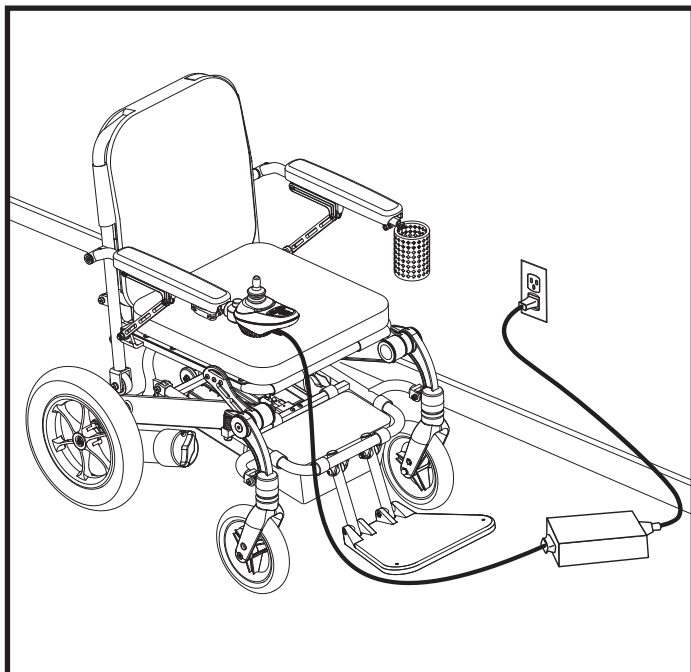

Figura 12. Carga de la batería usando un cargador externo
4. Enchufe el cargador externo al conector correspondiente en el regulador. **Vea la figura 12.**